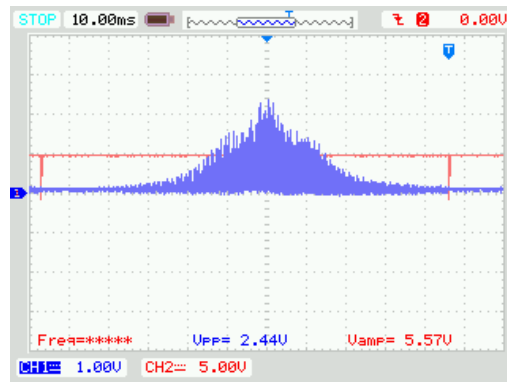

図 37: f_s : 2[kHz], V_{pp} : 3[V]
8. 周波数調節ツマミを回して信号周波数を変化させ (2, 3kHz それぞれ信号波が 3Vpp のときのみ) 側波がどのように変化するかを観察し記録した。(図 37, 38 に示す。)